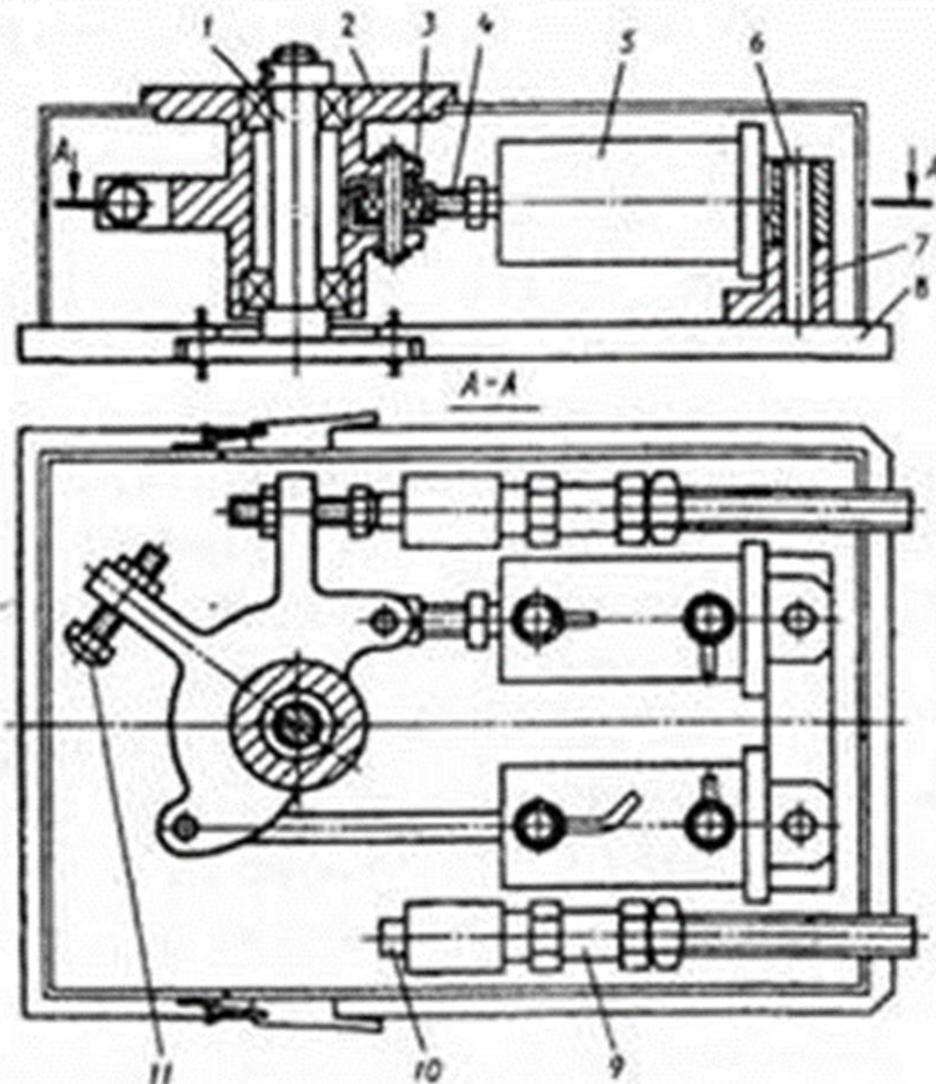
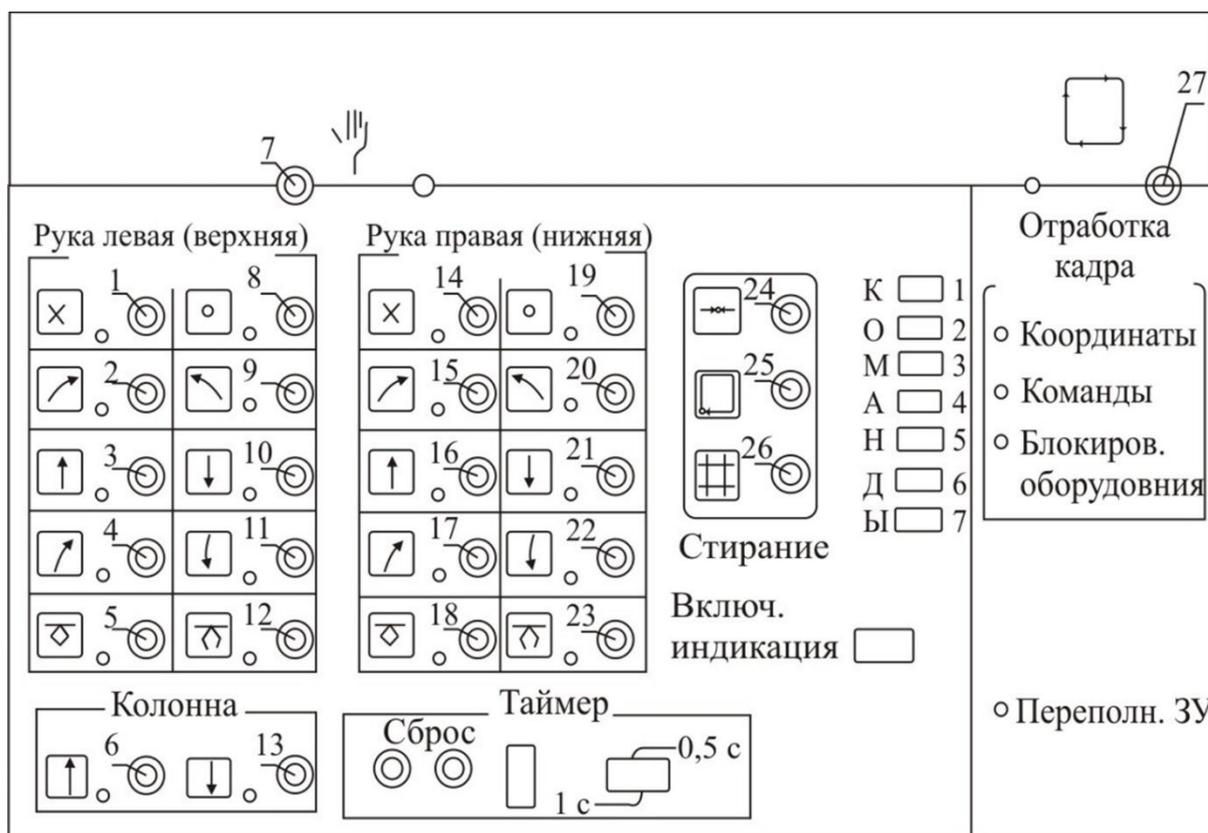

Рис. 2.3. Модуль поворота робота РФ202м:
Рис. 2.6. Передняя панель устройства управления робота РФ-202М
Модуль поворота (рис. 2.3) является основанием манипулятора и состоит из следующих узлов и деталей. На основании 8 с помощью кронштейна 7 и оси 6 шарнирно закреплены два пневмоцилиндра двустороннего действия 5, а штоки 4 пневмоцилиндров связаны через подшипники 3 с корпусом 2. Последний установлен в роликовых подшипниках оси 1, Оси 10 демпфера поворота 9 контактируют с электромагнитом. На корпусе 2 имеются регулируемые упоры 11.
6. Произвести стирание ранее записанной информации. Для чего при нажатой кнопке «Стирание» нажать и отпустить кнопку 26 (см. рис. 2.6) «Запись».
8. Нажать поочередно кнопки 2, 9, 15, 20 (см. рис. 2.6). Убедившись в исправности работы демпфера (отсутствие ударов), довести давление в системе до 0,4 Мпа. При необходимости отрегулировать демпфер вращением цилиндра 9 с помощью цанги (см. рис. 2.3). Регулировку производить при наименьшем выдвигании руки манипулятора.
9. Проверить работу СУ в ручном режиме. Для этого нажимать кнопки 1-23 (см. рис. 2.6), соответствующие определенным координатам. При этом должны загораться лампочки, указывающие координаты (около кнопок).
11. Сбросить на индикаторе цифру, нажав кнопку 28 (см. рис. 2.6) «Сброс».
2. При нажатой кнопке 31 (см. рис. 2.6) «Стирание» нажать и отпустить кнопку 26 «Запись» S10 (таблица 2.1).